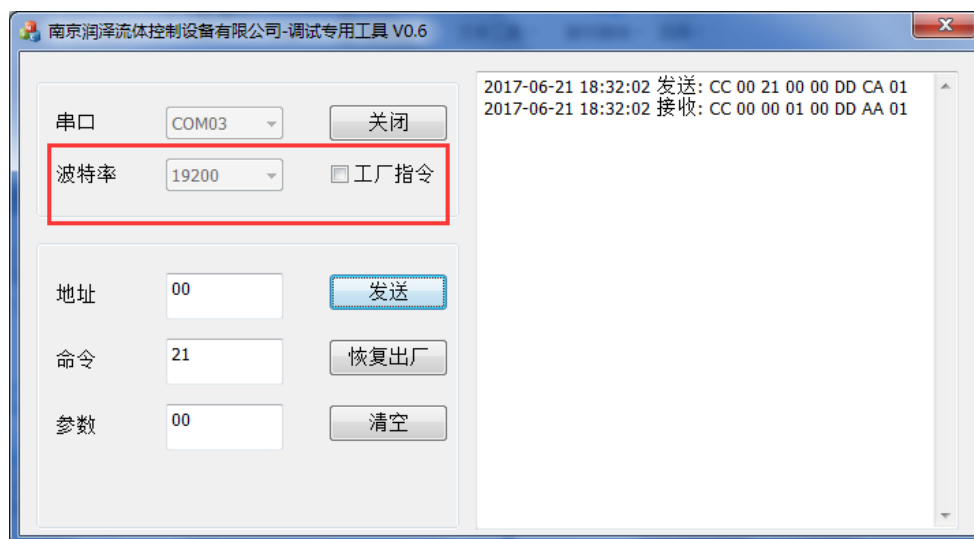

图 9
- 6、重启设备后连接设备选择波特率为所设定波特率（如图 9）